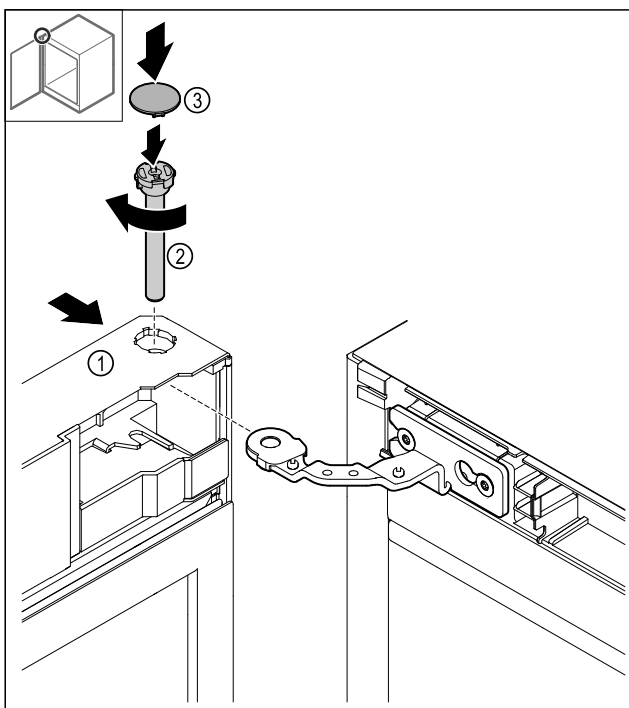

Fig. 48
- Deur Fig. 48 (1) boven op het scharnier schuiven.
- Bouten Fig. 48 (2) plaatsen en rechtersom vastdraaien.
- Afdekking Fig. 48 (4) plaatsen.